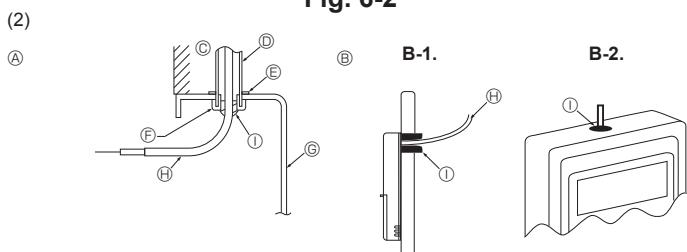

Fig. 6-3
(2) Forsegel serviceåbningen til fjernstyringskablet med kit for at forhindre indtrængen af dugdråber, vand, kakerlakker eller orm. (Fig. 6-3)
- (A) Ved installation i kontaktskabet:
- (B) Ved direkte installation på væggen vælger man én af følgende to muligheder: